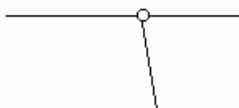

Рис.2
2. Если в незагруженном узле сходятся три стержня, причем два лежат на одной прямой, то третий стержень - нулевой (рис.2). В этом легко убедиться, составив уравнение проекций сил на ось, перпендикулярную двум стержням, лежащим на одной прямой.